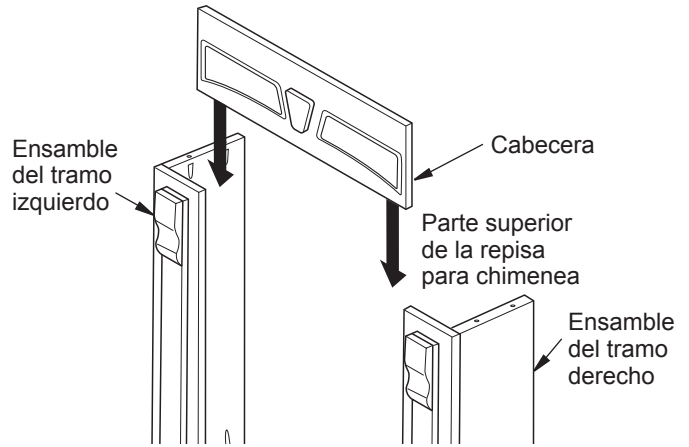
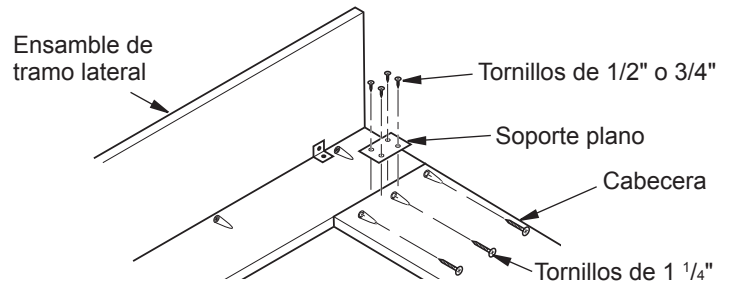

Figura 3 - Instalación de la cabecera
Figura 4 - Instalación de la cabecera y los soportes
3. Coloque la cabecera entre los ensambles de los tramos derecho e izquierdo (consulte la figura 3). Asegúrese que la cabecera y los tramos se acoplen perfectamente entre sí. La parte superior de la cabecera debe estar al mismo nivel que la partes superior y lateral de los ensambles de los tramos. Fije la cabecera por medio de los orificios previamente perforados usando los tornillos de 1 1/4" en cada ensamble de tramo como se muestra en la figura 3. Fije los soportes planos con tornillos de 1/2" o 3/4" a razón de 1 soporte y 4 tornillos por lado (consulte la figura 4).